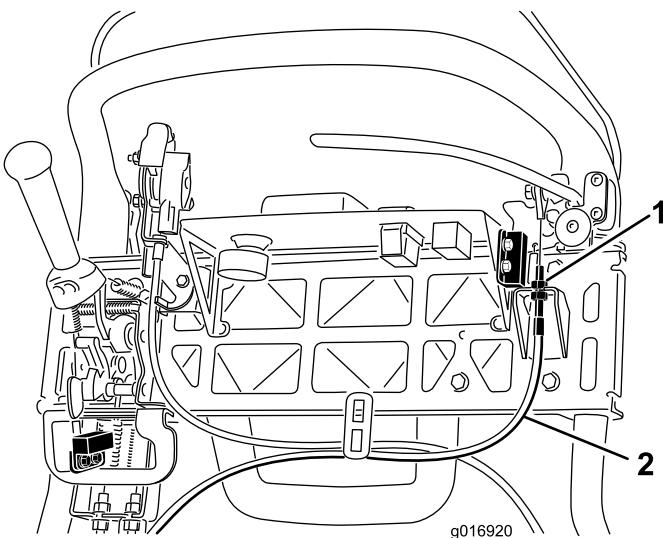

図 40
3. ケーブルの張りを強くするには、上ケーブルのジャムナットをゆるめて下ケーブルのジャムナットを 図 40 を締めつけ、レバーを引くのに必要な力が 156 N 16 kg になるように調整する。つまり、駐車ブレーキを解除するときにレバーを持ち上げるときに必要な力である。